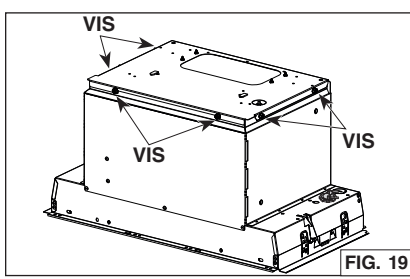

FIG. 19
7. Retirer les 6 vis (2 à l'avant et 2 par côté) retenant la plaque de support du ventilateur au dessus de la hotte (FIG. 19). Soulever soigneusement cette plaque avec le ventilateur et la mettre de côté. La plaque avec le ventilateur sera réinstallée plus tard dans l'appareil.